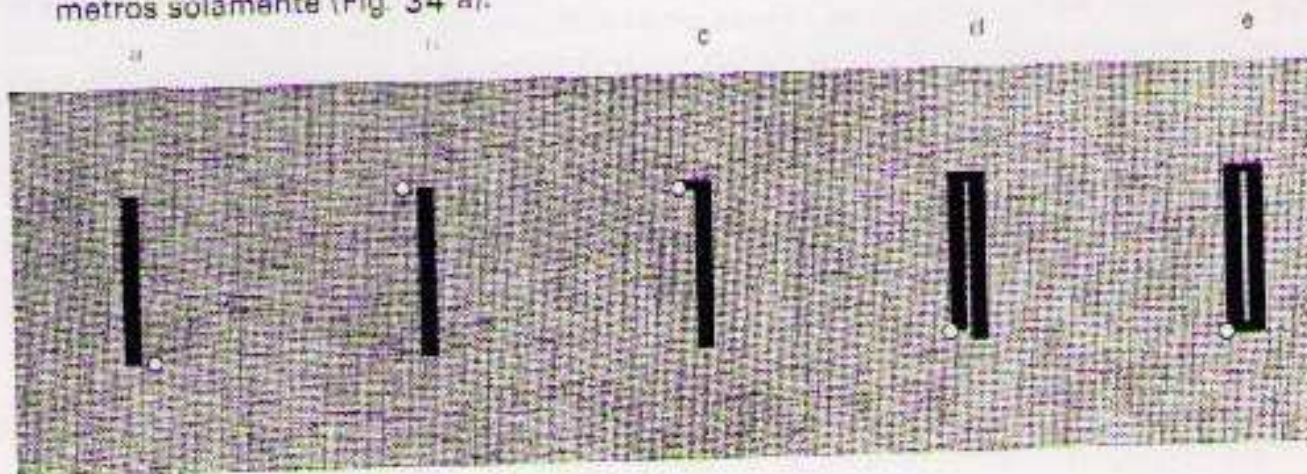

Fig. 34
- 6 - Cosa entonces el primer borde del ojal según la longitud deseada. Una vez terminado este borde, la aguja debe pinchar la última vez *en derecha* y clavarse de 2 a 3 milímetros solamente (Fig. 34 a).
- 7 – Levante el prensatelas y dele al tejido una media vuelta, en el sentido de las agujas del reloj. Después se baja nuevamente el prensatelas y se hace que la aguja pinche *en izquierda* (Fig. 34 b). ¡No pinche la tela más que con la punta de la aguja!
- 8 – Ponga el mando de amplitud de zig-zag 15 (Fig. 1) sobre 3-4 (aproximadamente el doble de la anchura anterior) y cosa algunas puntadas para formar la presilla que asegura el extremo del ojal tirando ligeramente del tejido hacia sí para disminuir el arrastre (Fig. 34 c). La aguja pincha en último lugar *en izquierda*. No deje que la punta de la aguja se clave en el tejido.
- 9 – Vuelva a colocar el mando de amplitud del zig-zag 15 sobre el 1,5-2 y haga el segundo borde del ojal, un poco más corto que el primero. La aguja pincha en último lugar *en izquierda* (Fig. 34 d).
- 10 – Se coloca de nuevo el mando de amplitud 15 en un ancho doble de uno de los bordes y se cose la presilla final, reteniendo un poco el tejido para reducir el arrastre (Fig. 34 e).